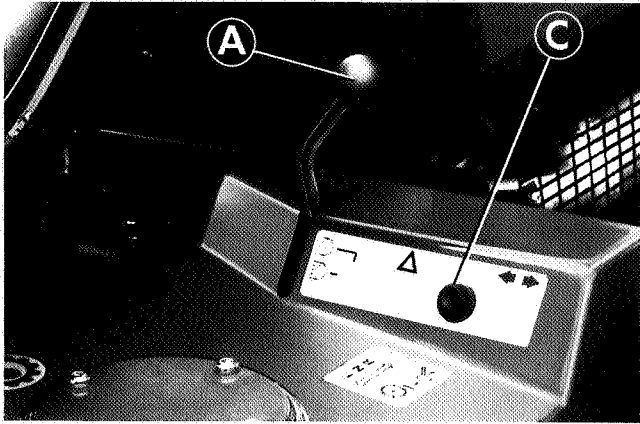

Fig. 18
- (b) Disengage the drive to the cutting cylinders by putting the control lever in the neutral position (A Fig. 18).
- (b) Antrieb der Schneidzylinder durch Einlegen des Steuerhebels in die Leerlaufstellung unterbrechen (A Abb. 18).
- (b) Désengagez la transmission des cylindres de coupe en mettant le levier de commande au point mort (A Fig.18).
- (b) Ontkoppel de aandrijving van de maai cilinders door de gashendel in neutraal te zetten (A Afb.18).